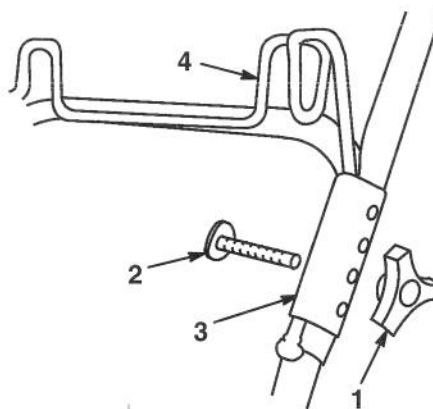

Figure 45
1. Retirer le sac du porte-sac. Retirer le(s) bouton(s) et le(s) boulon(s) fixant les brides du porte-sac au guidon (Fig. 45). Les brides du porte-sac sont dotées de quatre trous pour le réglage.